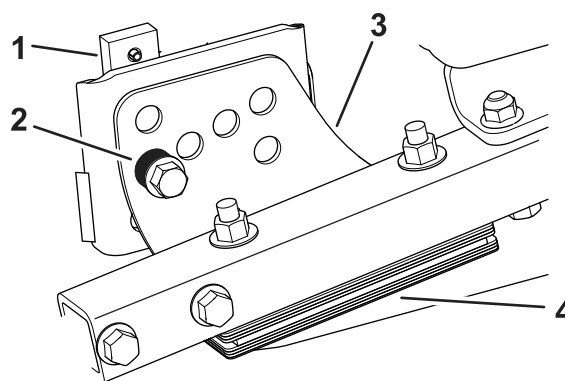

Figure 105
1. Retirez le support de hauteur de coupe (avant, gauche ou droit) du cadre du plateau de coupe (Figure 105).
2. Placez des cales de 1,5 mm et/ou une cale de 0,7 mm entre le cadre et le support du plateau pour obtenir la hauteur de coupe voulue (Figure 105).